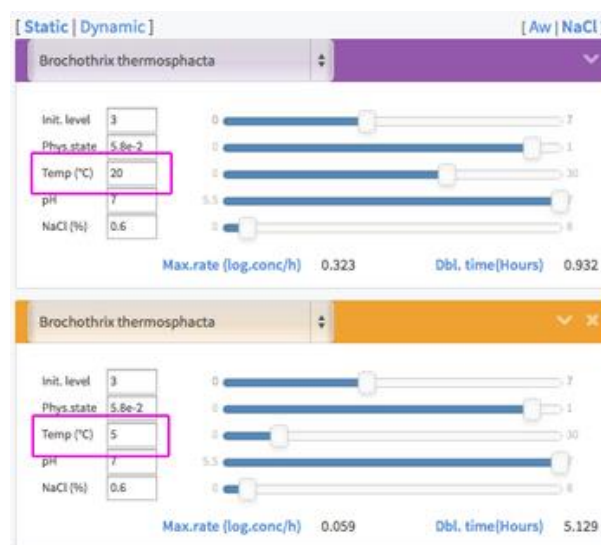

Figura 42 Print pantalla parámetros de las dos cepas
4. Comprueba que has introducido correctamente los parámetros de las dos cepas de *Brochothrix thermosphacta* (Figura 42).